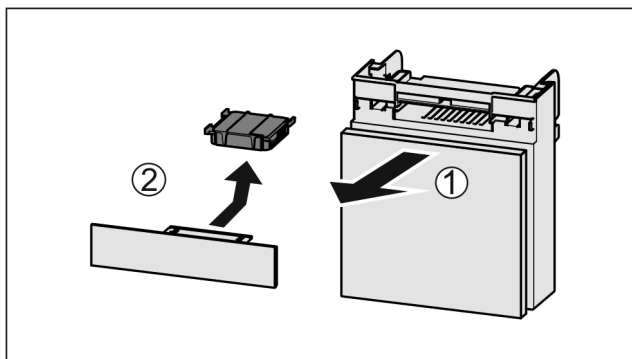

Fig. 153
- Издърпайте Fig. 153 (1) напред от отделениято.
- Извадете Fig. 153 (2) филтъра с активен въглен.